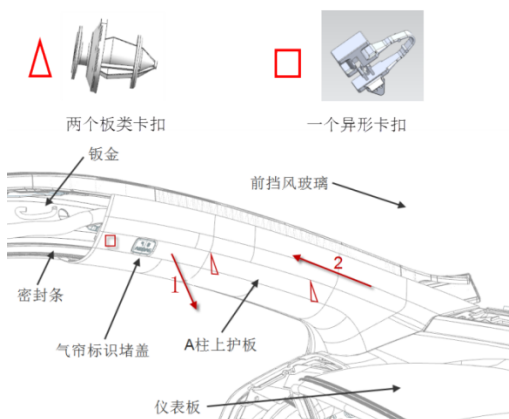

图 7-2-1-1 A 柱上护板拆卸示意图
- (1) 首先松开 A 柱配合带的门框密封条;
- (2) 使用缠有保护胶带的一字螺丝刀沿图 7-2-1-1 中箭头 1 方向往外撬出前部底边, 用双手往外掰。